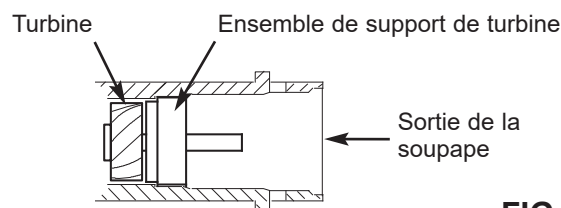

FIG. 10
3. Assurez-vous que la turbine tourne librement dans l'orifice de sortie de la soupape (consultez la figure 10).